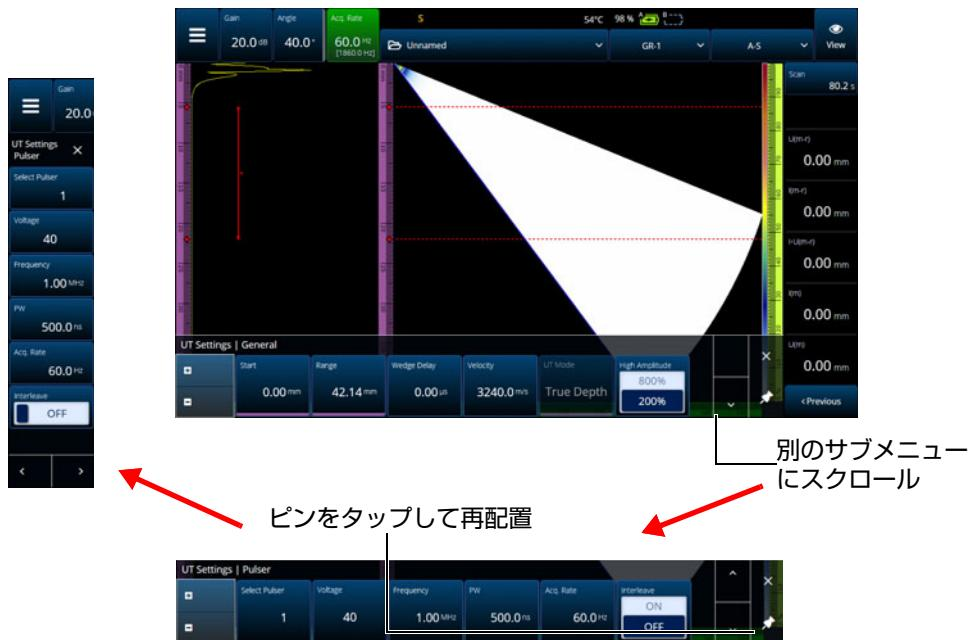

図 2-3 パラメーターサブメニューのスクロールと再配置
メニューがデータ表示画面に一時的に水平に表示され、右側にサブメニューの選択肢が表示されます。選択すると、パラメーターサブメニューがデータ表示画面に表示されます。矢印ボタン (◀ ▶) を使用して、別のサブメニューにスクロールできます。サブメニューは、閉じるボタン (X) をタップして非表示にすることも、画面の端にピン止め (➔) することもできます (32 ページの図 2-3)。